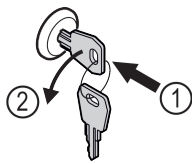

Fig. 169
- Schlüssel hineindrücken. Fig. 169 (1)
- Schlüssel um 90° gegen den Uhrzeigersinn drehen. Fig. 169 (2)